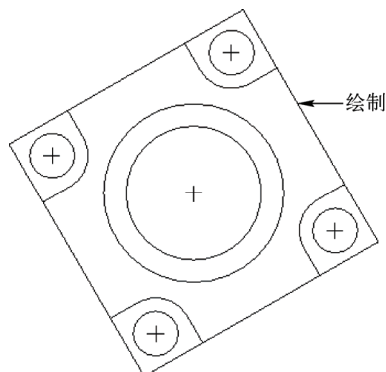

图 2-28 绘制斜矩形
STEP 04 在绘图区中左下方和右下方的端点上单击鼠标左键, 绘制斜矩形, 单击鼠标中键, 完成斜矩形的绘制, 效果如图 2-28 所示。